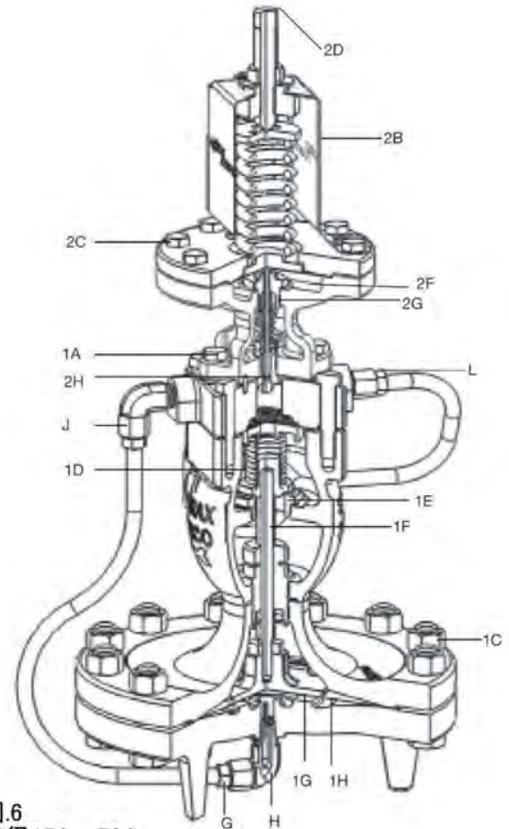

図6
6.4 メイン・バルブ・ヘッドおよびシートの点検および交換(図6参照)